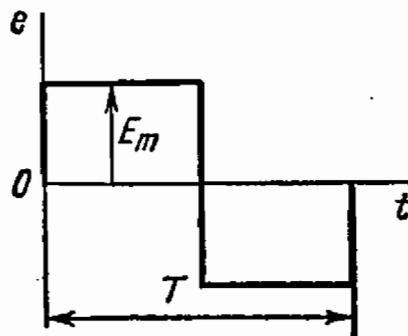

Рис. 8.3
8.3. Определить действующее и среднее значения, коэффициенты формы и амплитуды периодически изменяющейся э. д. с., график мгновенных значений которой приведен на рис. 8.3.